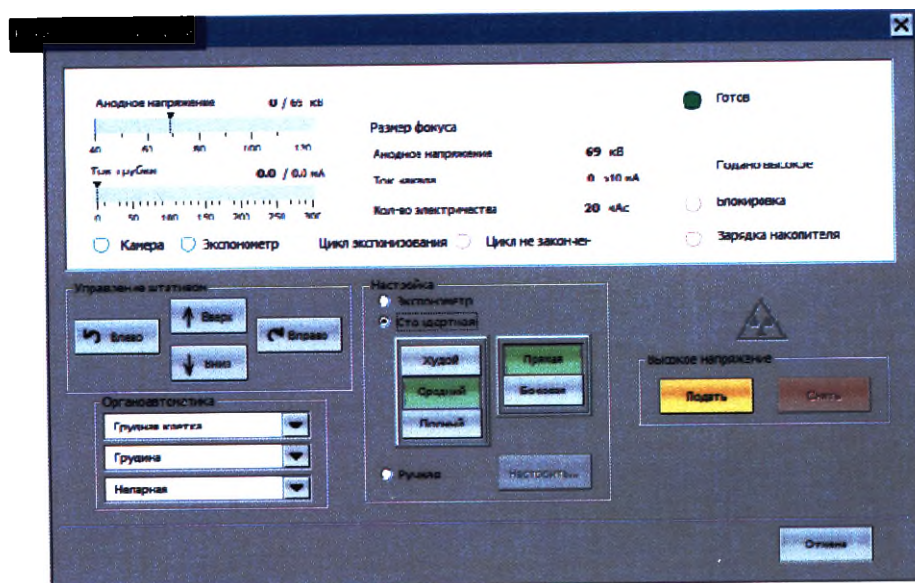

Рисунок 14 - Диалог режима тренировки рентгеновской трубки
**8.2.1 В** меню **«Сервис»** выбрать пункт **«Тренировка трубки»**. При этом на экран будет выведено окно режима тренировки трубки (рис. 14).